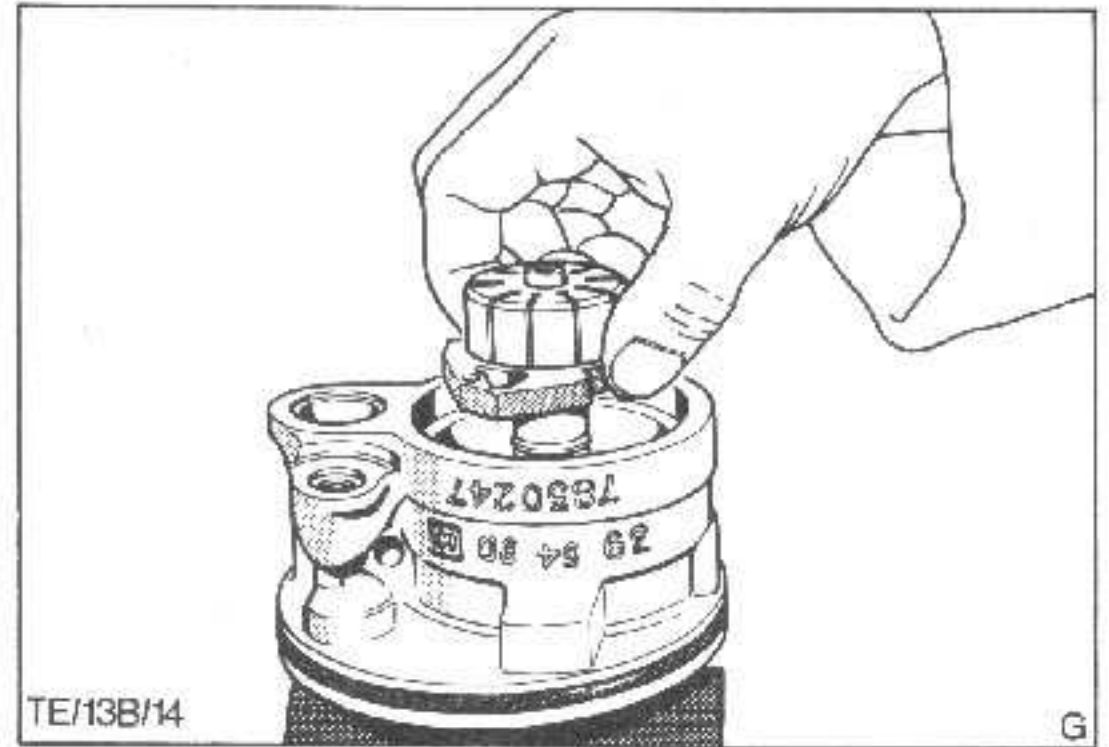

Abb.59 Einführen der komplett vormontierten Pumpenwelle
19. Pumpenwelle in das Gehäuse einführen. Darauf achten, daß sich die Gegendruckplatte auf die Paßstifte aufschiebt, Abb.59.